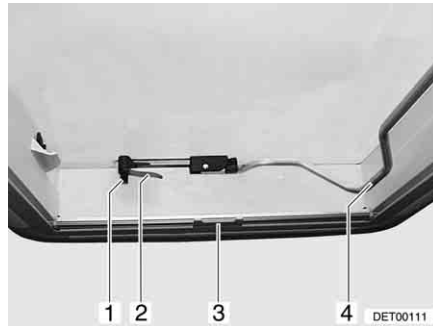
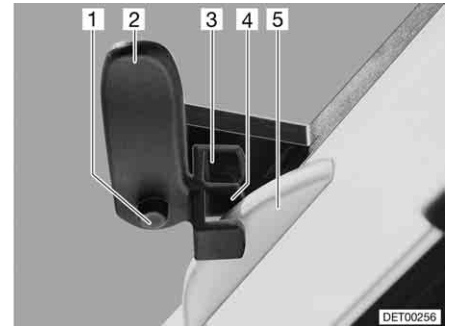

Bild 64 Heki-taklucka, stängd
Bild 65 Heki-takluckan i ventilationsläge 1
Öppna: ■ Tryck ned låsknappen (Bild 64,1) och vrid låsarmen (Bild 64,2) ett kvarts varv inåt.
■ Dra ut bygel (Bild 64,4) nedåt, så att spärren släpper.
Stänga: ■ Dra ut bygel (Bild 64,4) nedåt, så att spärren släpper.
■ Vrid låsarmen (Bild 64,2 och Bild 65,2) ett kvarts varv. Takspärrens tapp (Bild 65,5) måste hakas in i den översta fästdelen (Bild 65,3).
■ Tryck på låsknappen (Bild 65,1) och vrid tillbaka låsarmen (Bild 65,2). Takspärrens tapp (Bild 65,5) måste hakas in i den nedre fästdelen (Bild 65,4).